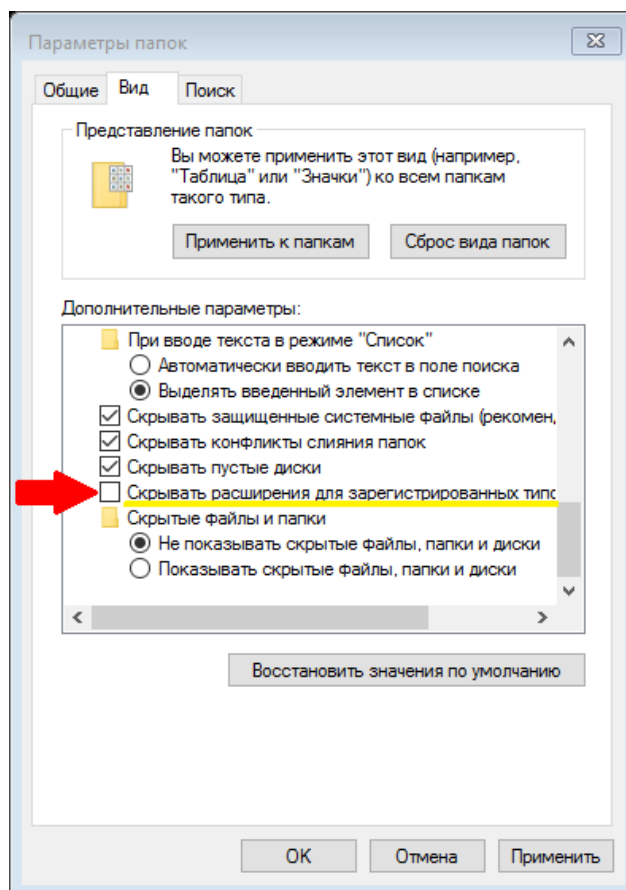

Рисунок 30 – Включение отображения расширений файлов
1. Извлечь карту памяти и создать на ней файл с именем «RESET.CODE» любым доступным способом (следует иметь ввиду, что в среде MS Windows необходимо включить отображение расширений файлов (рисунок 30)).